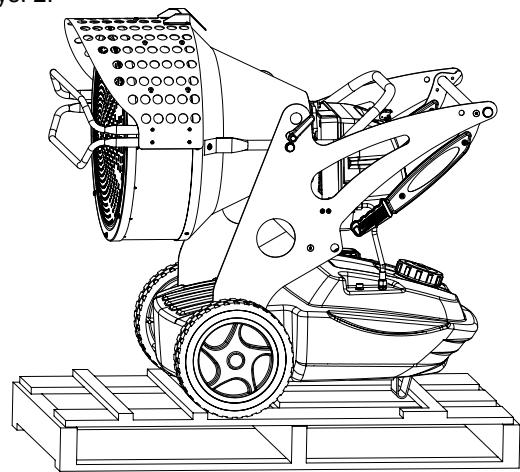

Rysunek 1 - Opakowanie nagrzewnicy
- Usunąć podstawki użyte do zapakowania urządzenia (Rys. 1).
- Jeśli to możliwe, nałożyć karton z opakowania pocynając od góry, aż do dołu palety, mocując przy tym odpowiednimi materiałami (Rys. 1).
- Składać maszynę w odpowiednim, suchym miejscu, nie kłaść na sobie więcej niż dwa opakowania. Wysyłać nagrzewnicię tak jak to pokazano na Rys. 1 albo przynajmniej na Rys. 2.